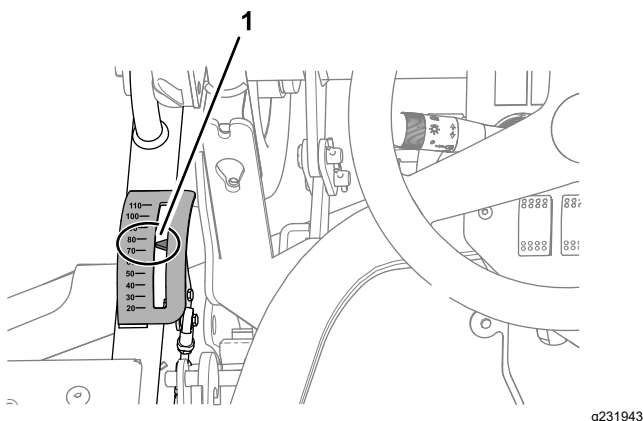

Figure 121
1. Réglez la hauteur de coupe à 75 mm (Figure 121).